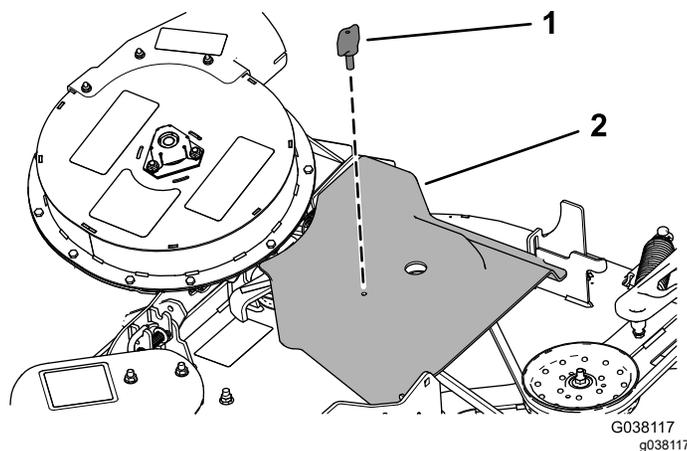

Figura 46
- Instale la cubierta de la correa del soplador sobre la correa, y sujete la cubierta con el pomo (Figura 46).